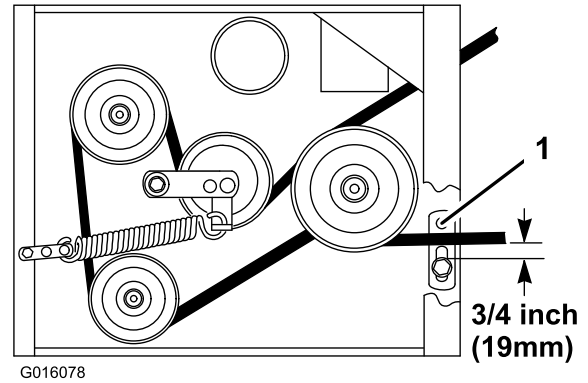

Bild 46
- Stellen Sie sicher, dass die Riemenführung unter dem Motorrahmen richtig eingestellt ist (Bild 46).
Hinweis: Bei eingekuppeltem Treibriemen muss der Abstand zwischen der Riemenführung dem Treibriemen 19 mm betragen (Bild 46). Stellen Sie den Treibriemen ggf. ein. Der ausgekuppelte Riemen sollten nicht schleifen oder von der Scheibe rutschen, wenn die Führungen richtig eingestellt sind.